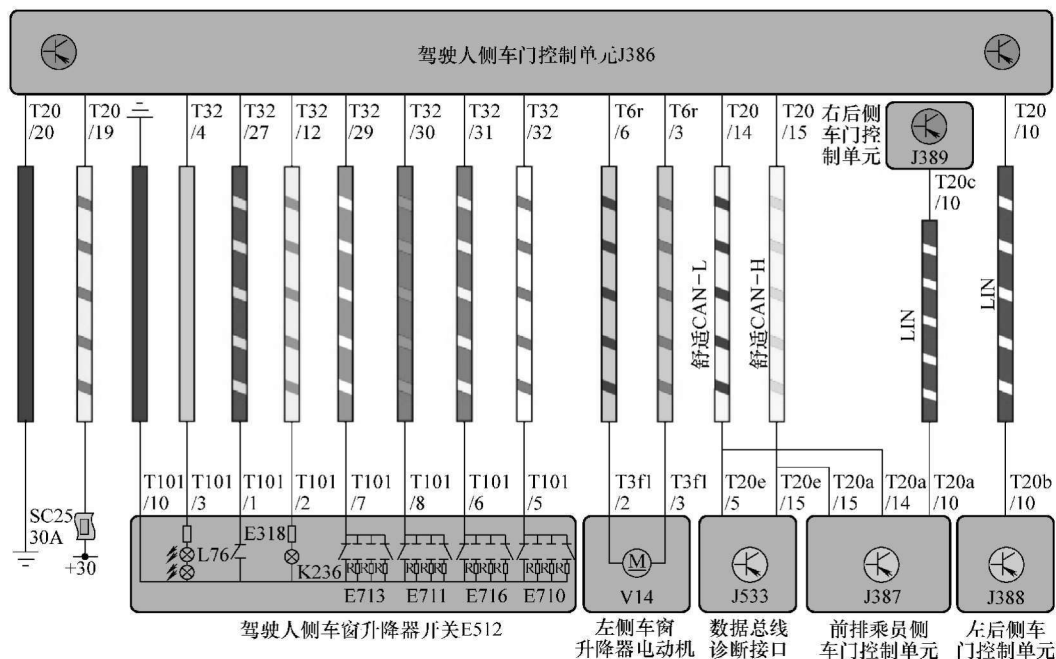

图 1-11 儿童安全锁控制电路图
1) 儿童安全锁控制的所有功能异常，下述部件可能存在故障，如图 1-11 所示。
① E318 开关本身、开关供电、信号电路。